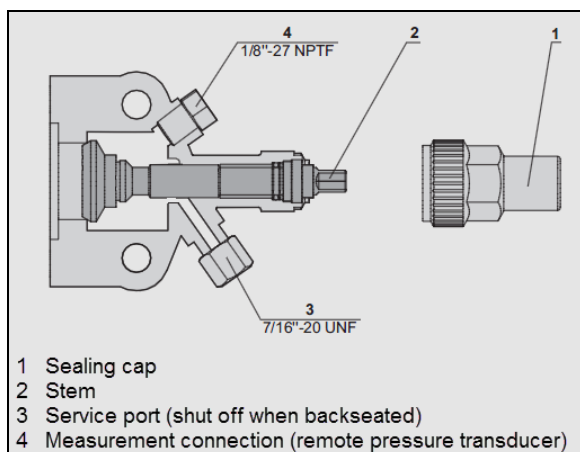

FIGURE 79 : ROBINET D'ARRÊT DU COMPRESSEUR EN POSITION SIÈGE AVANT
3. Fermer (siège avant) le robinet d'arrêt d'évacuation du réservoir de stockage en tournant la tige dans le sens horaire (Figure 45 et Figure 79).
10. Fermer (position siège avant) le robinet d'arrêt d'aspiration du compresseur (Figure 79).